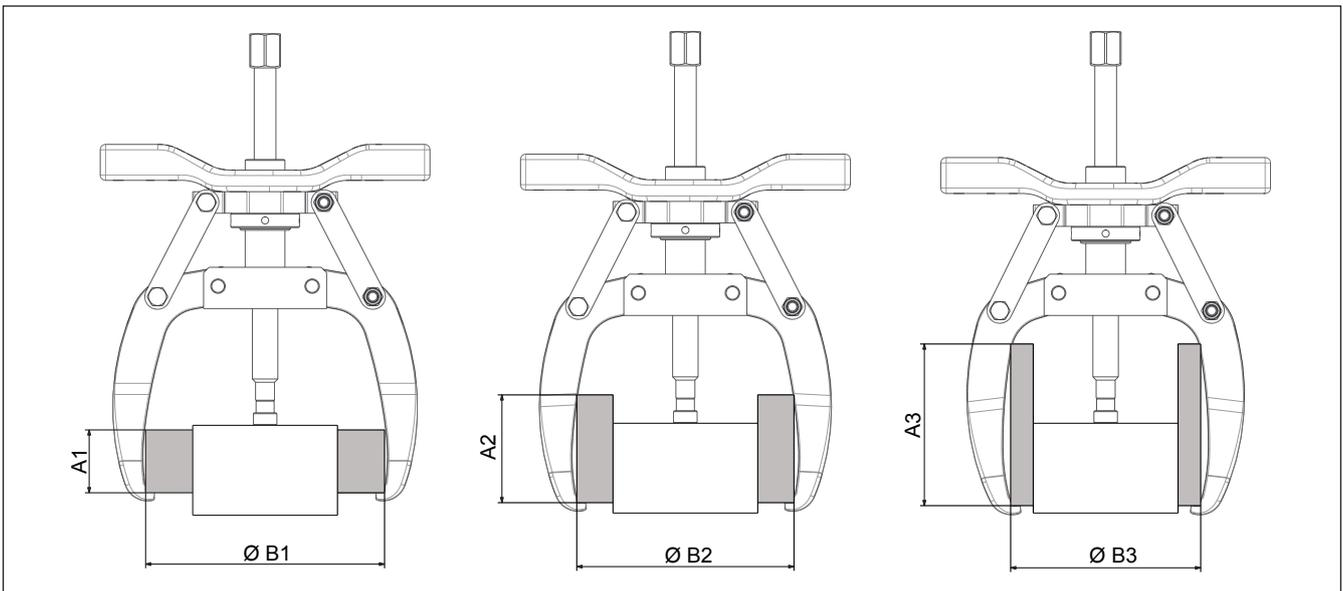

Figura 6, Alcance y extensión máxima del extractor
- Al montar el extractor en la pieza de trabajo, consulte las dimensiones máximas de alcance y extensión en la Figura 6. Si se siguen estas directrices importantes, se reducirá el grado de deformación de la garra y del husillo en caso de que se aplique gran fuerza.
NOTICE El husillo y las garras deben engranar la pieza de trabajo, y lograr al menos el alcance y la extensión mínima indicada en la Figura 6. Si se requiere un alcance adicional, puede aplicarse un espaciador. Coloque un espaciador de tamaño apropiado entre el protector de la punta y la pieza de trabajo durante el paso 3.